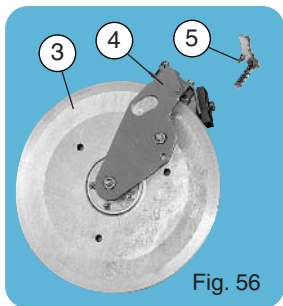

Fig. 56
- 1 roue ③ sur son cadre ④ avec décrotoir et boulonnerie
- 1 taquet d'escamotage ⑤ (fig. 56).
- 1 wheel ③ on its bracket ④ with scraper and bolts
- 1 retracting latch ⑤ (fig. 56)